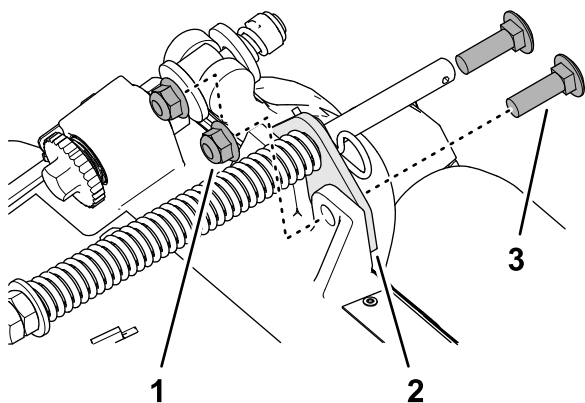

Figura 14
2. Retire las 2 contratuercas con arandela prensada ($\frac{3}{8}$ ") y los 2 pernos de cuello cuadrado ($\frac{3}{8}$ " x $1\frac{1}{4}$ ") que sujetan el soporte del muelle de compensación al bastidor de la unidad de corte (Figura 14).